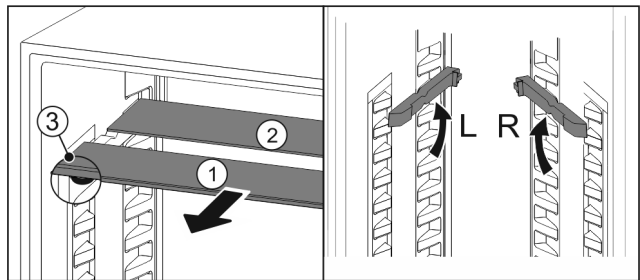

Fig. 20
- ▶ Glasplaten afzonderlijk vanaf de voorkant eruit trekken Fig. 20 (1).
- ▷ Glasplaat Fig. 20 (1) met sierlijst ligt voor.
- ▷ Stops Fig. 20 (3) zijn naar onder gericht.